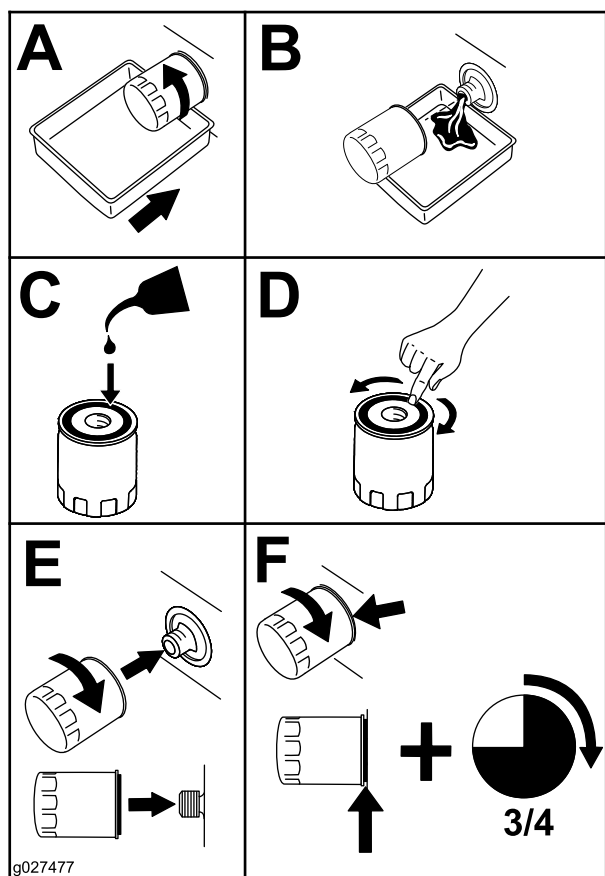

Рисунок 51
4. Замените масляный фильтр двигателя, как показано на Рисунок 51.